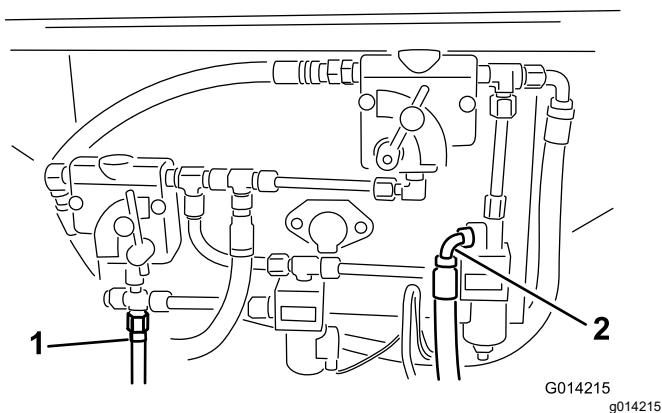

**Figure 13**
10. Sur la version SH (modèle 44701), retirez les fixations qui maintiennent le couvercle sur l'avant de la machine, et écartez le couvercle (**Figure 13**).